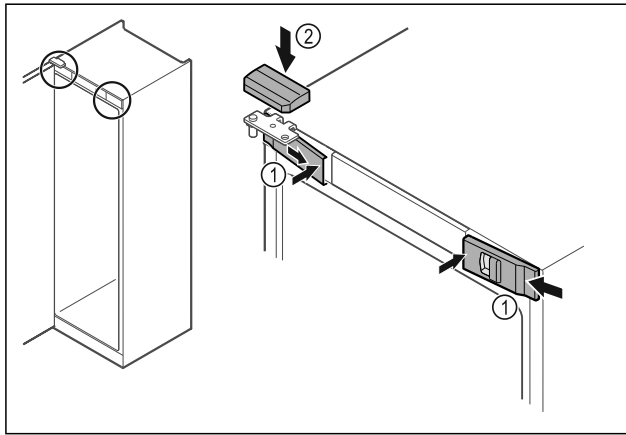

Fig. 55
- ▶ Зацепите скобу и защелкните передние крышки Fig. 55 (1) с внутренней стороны.
- ▶ Защелкните верхнюю крышку Fig. 55 (2) сверху.